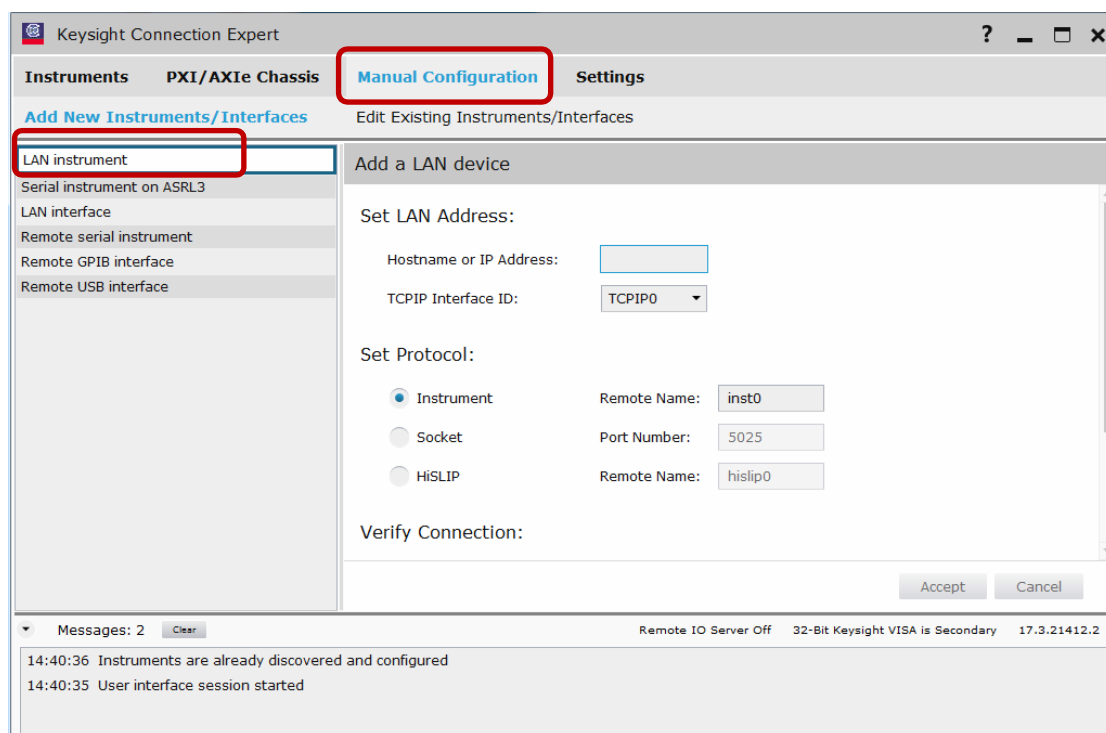

图 6. 配置手持表
- 1) 如图 6 所示，打开连接软件【Keysight Connection Export】，选择【Manual Configuration】及【LAN Instrument】；